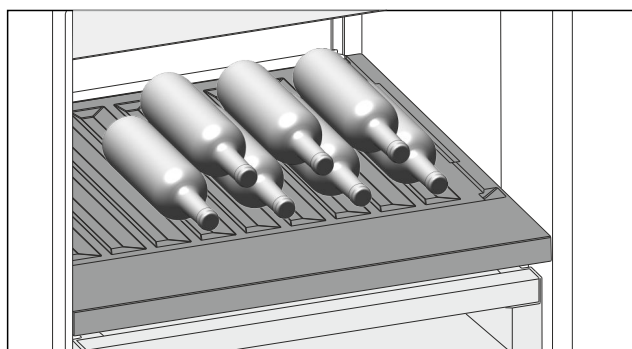

Fig. 162 Vejledende illustration
- ▶ Indlæg flasker med bunden først, ind mod bagvæggen. (se Fig. 162)